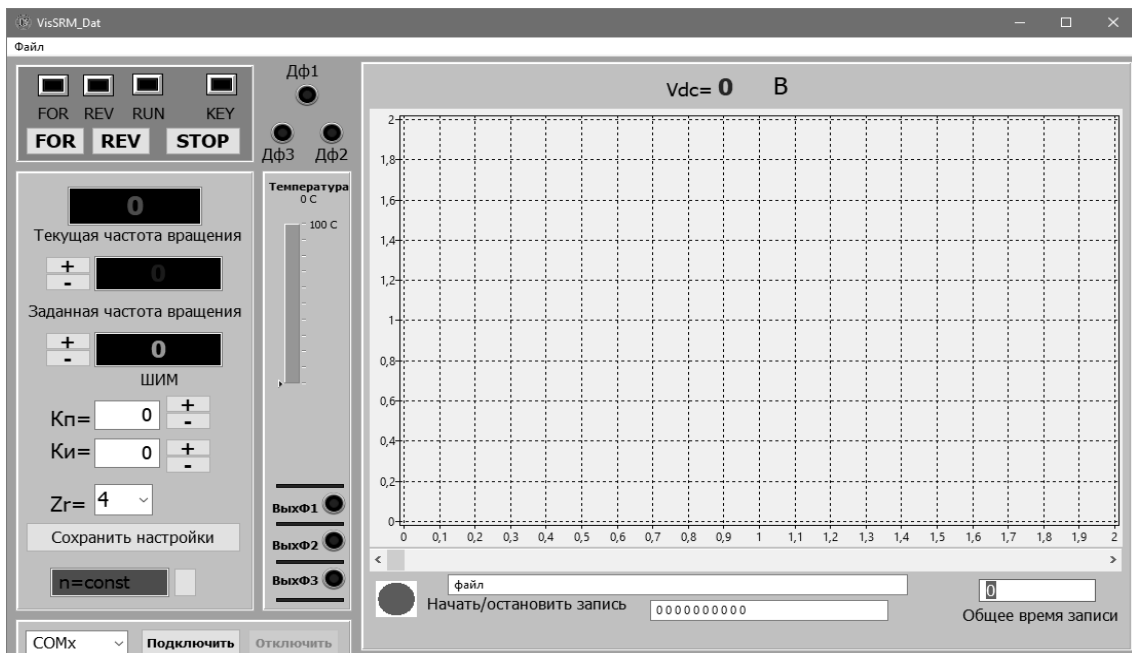

Рисунок 14 – Программное обеспечение VissSRM_Dat
- 3 Запустить программу VisSRM_DAT (рисунок 14).